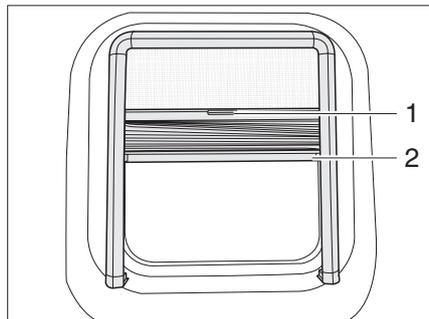

Fig. 30 Fenêtre projetante avec amortissement, ouverte
- Saisir l'encoche (Fig. 30,2) et tirer le store occultant de haut en bas jusqu'à la hauteur désirée.
- Saisir l'encoche (Fig. 30, 2) et faire glisser le store occultant vers le haut.
- Tirer la moustiquaire vers le bas à l'aide de la poignée (Fig. 30,1).
- Faire glisser la moustiquaire vers le haut à l'aide de la poignée (Fig. 30,1).